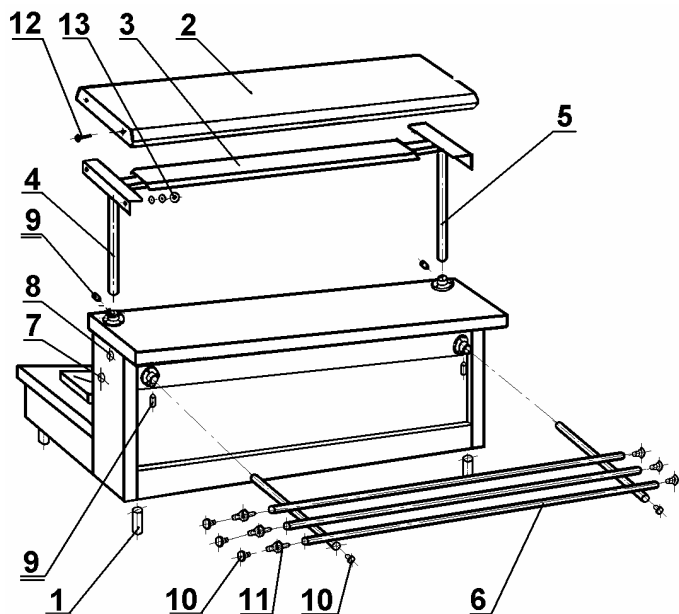

Рис. 3
6.5 Схема сборки мармита приведена на рис. 3.